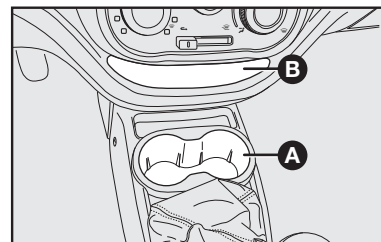

fig. 70
#### PORTAVASOS - fig. 70
En la consola central hay dos compartimientos para poner, con el vehículo parado, vasos o latas de bebidas A-fig. 70. No coloque objetos cuya altura pueda interferir en la palanca de cambios (por ejemplo, botellas de agua).
- en la parte central del tablero **B-fig. 70**;